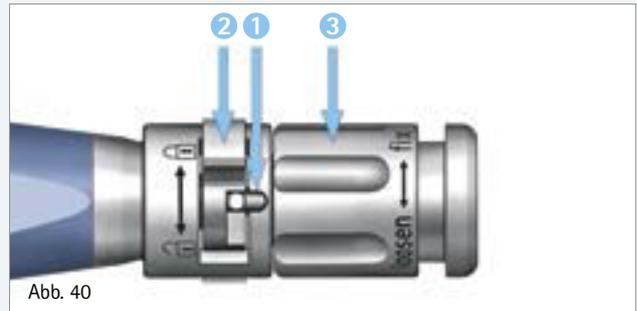

Abb. 40
- Drehmutter **3** gegen den Uhrzeigersinn drehen (in Richtung „loosen“), bis sich der Pin **1** vollständig im Fenster des Verriegelungsschalters **2** befindet (Abb. 40). Dabei darauf achten, dass Pin **1** nicht mit dem Verriegelungsschalter **2** verklemt.